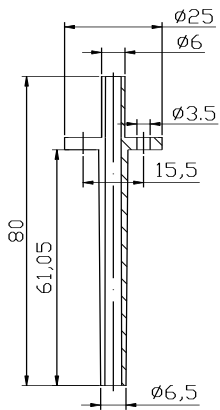
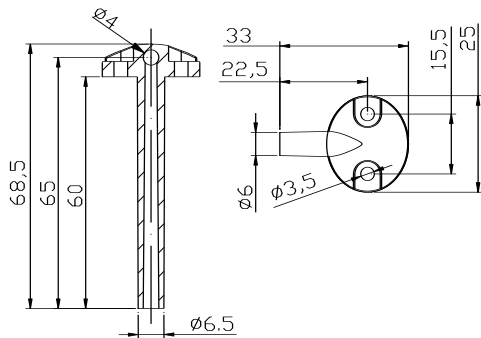

图 2：连接件 1003
图 3：连接件 1009
1. 先安装连接附件，如图 2 或图 3。每个附件用 2 粒螺丝固定安装在现场引压处，较长端(约 60mm)插入引压处。要注意插入后需要将开孔缝隙重新密封，以免系统漏气。